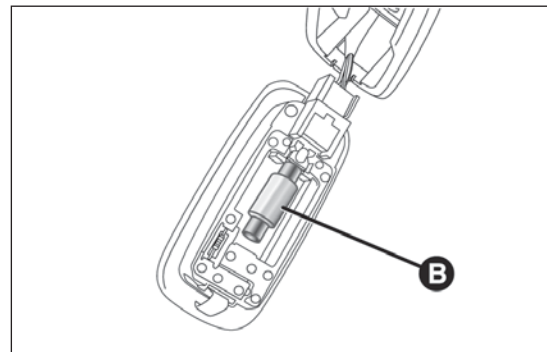

fig. 197
- sostituire la lampada B fig. 197 svincolandola dai contatti laterali;